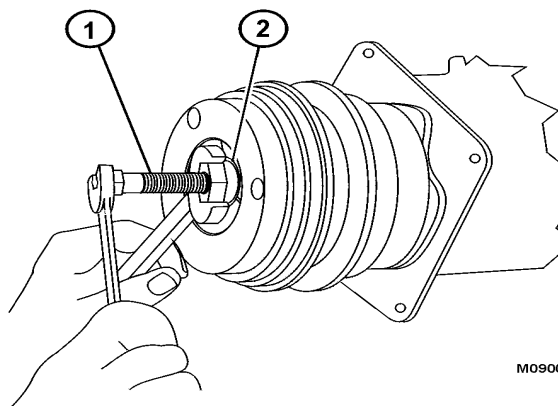

FIGURA 4-25.
3. Coloque el instalador de la placa impulsora (1, Figura 4-25) en el eje del compresor. El espaciador (2) debe estar bajo la tuerca hexagonal de la herramienta.